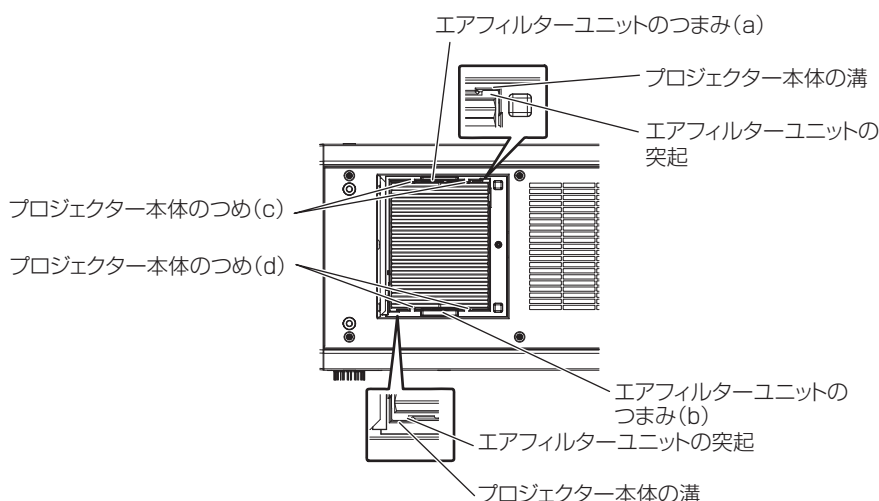

図 1
1) エアフィルターユニットをプロジェクター本体に取り付ける (図 1)